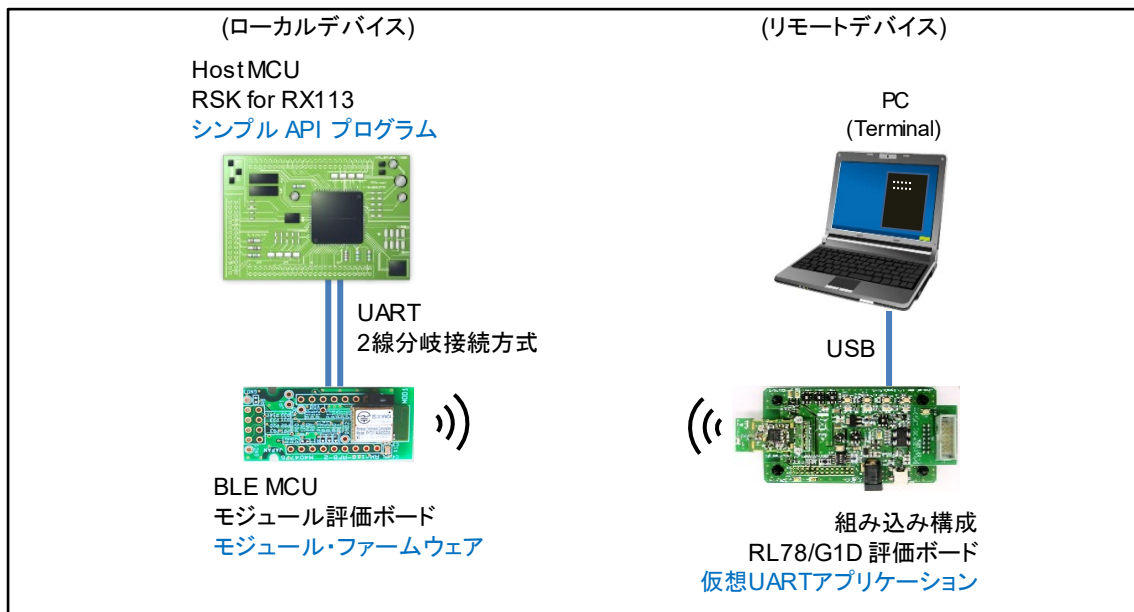
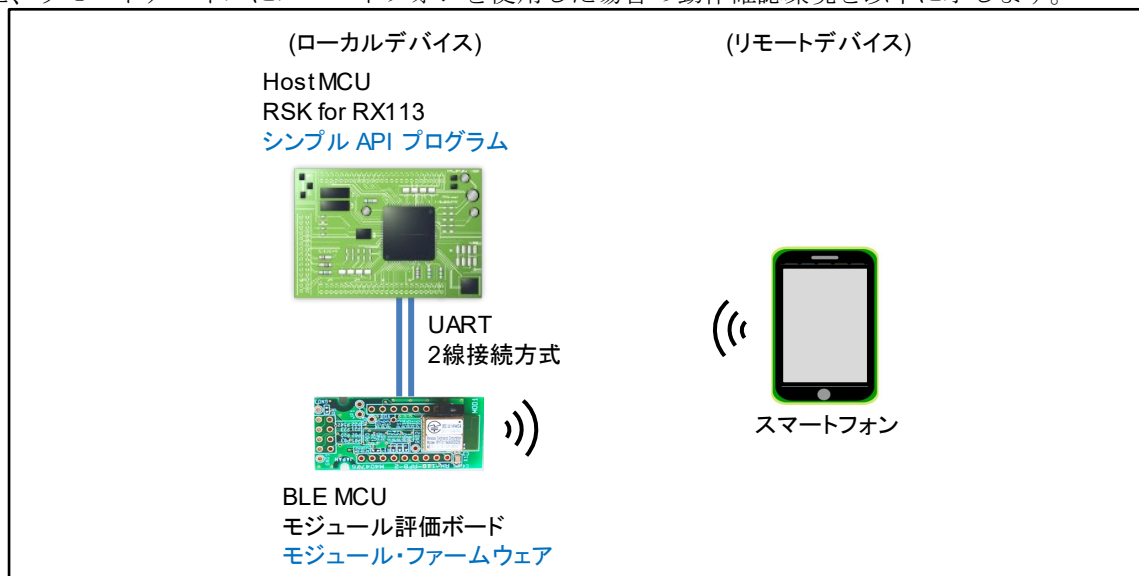

図 4-1 動作確認環境 (1)
図 4-2 動作確認環境 (2)
「図 4-1 動作確認環境 (1)」、「図 4-2 動作確認環境 (2)」のローカルデバイスで使用できる実行ファイルを以下に示します。リモートデバイスについては「4.2 リモートデバイスの準備」を参照してください。
「図 4-1 動作確認環境 (1)」での実行手順を示します。
「図 4-2 動作確認環境 (2)」で Android デバイスを使用する場合の実行手順を示します。
「図 4-2 動作確認環境 (2)」で iOS デバイスを使用する場合の実行手順を示します。